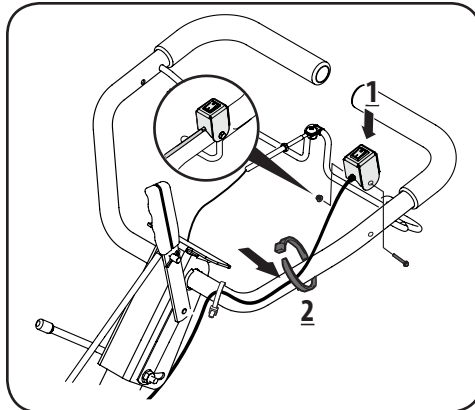

Figura 2-6
4. Instale el interruptor de ENCENDIDO/APAGADO del control de parada de emergencia en el lado izquierdo de la manija con el perno hexagonal N.º 10-32 : 1.50 y la contratuercas con brida 10-32. Consulte el punto 1 de la Figura 2-6.
5. Finalmente, asegure el cable cerca de la parte superior de la manija con un precinto en la manija izquierda. Consulte el punto 2 de la Figura 2-6.